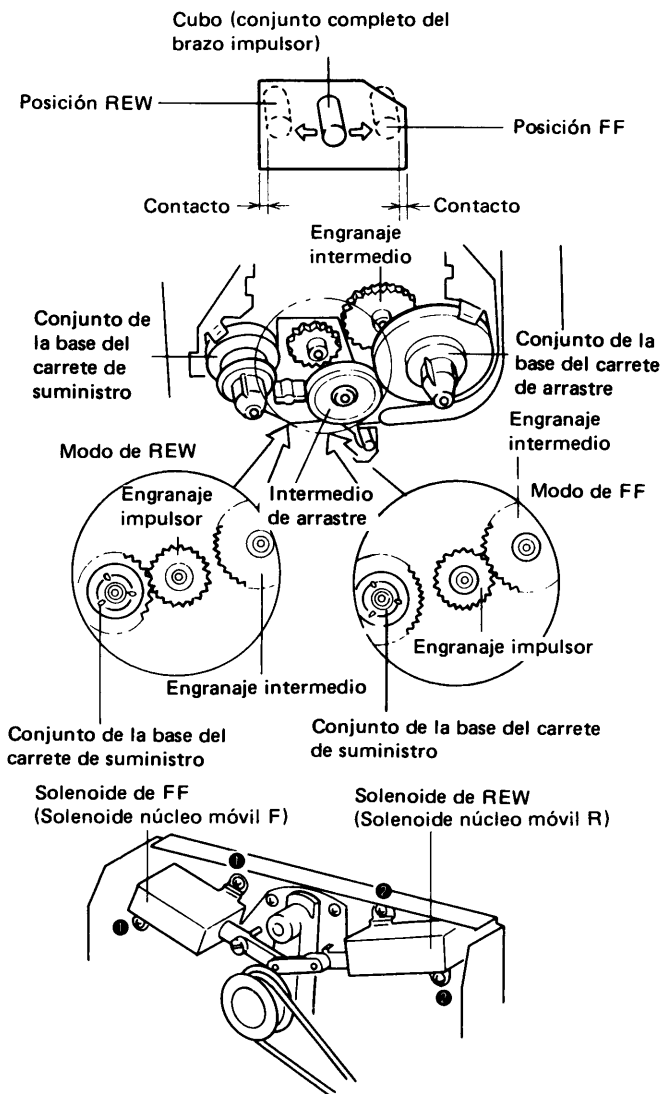

Fig. 12-4 Ajuste de los solenoides de FF y REW
2. Aflojar el tornillo 1 y ajustar la posición de montaje del solenoide de FF (solenoide de núcleo móvil F) de modo que el orificio cuadrado del ensamble de la base del carrete quede empotrada en el saliente del ensamble del brazo impulsor. (ver Fig. 12-4)
2. Aflojar el tornillo 2 y ajustar la posición de montaje del solenoide de REW (solenoide de núcleo móvil R) de modo que el orificio cuadrado del ensamble de la base del carrete quede empotrada en el saliente del ensamble del brazo impulsor. (ver la Fig. 12-4)